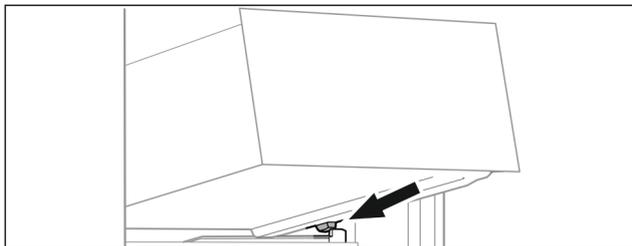

Fig. 85
- ▶ Nasad'te zásuvku šikmo za zarážkami na rebro nádoby. (pozri Fig. 85)